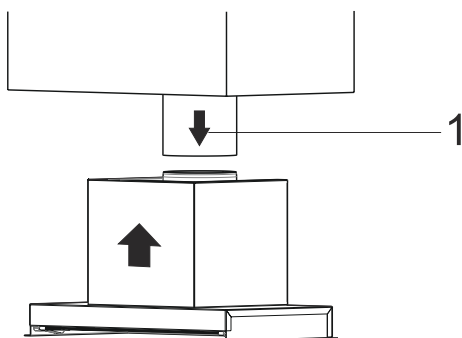

Fig. 11
2. Coloque el tubo de descarga de aire en el conducto de plástico de la campana (Fig. 11).
Coloque la superficie frontal de la campana en contacto total con la superficie frontal del armario. (Fig. 11).